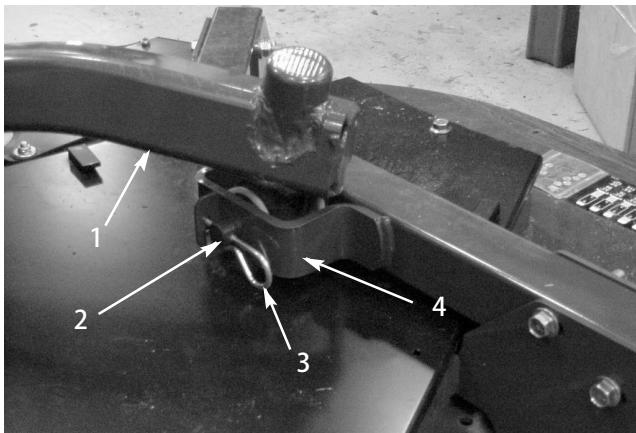

図 27
4. 昇降アームをキャスタ・アーム・ブラケットに固定しているヘアピン・コッターとクレビス・ピンを外す(図27)。